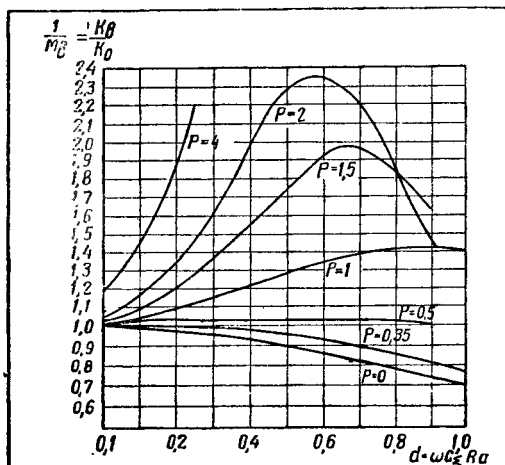

Рис. 4
Здесь d и p — постоянные коэффициенты, правильный выбор которых дает возможность получить желаемую частотную и фазовую характеристики. Выбор величины этих коэффициентов проще всего производить по кривым рис. 4 и 5.
На кривой рис. 4 изображена частотная характеристика усилительного каскада. По вертикали отложено отношение коэффициента усиления для высших частот спектра K_6 к коэффициенту усиления для средних частот K_0 . По горизонтали отложен коэффициент d . Из формулы (2) следует, что при условии двукратной коррекции этот коэффициент получается равным единице. Таким образом получаем:
Величина коэффициента p определяется из условий получения наиболее прямолинейной частотной и фазовой характеристик. Из кривых, изображенных на рис. 4, видно, что наиболее прямолинейная частотная характеристика получается при $p=0,5$. При значениях p меньше 0,5, мы имеем завал частотной характеристики, при больших значениях на высоких частотах получается подъем.